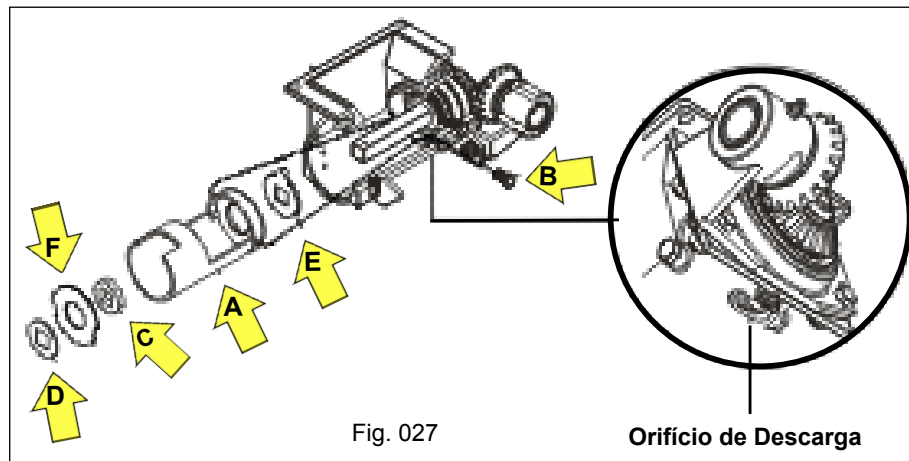

Fig. 027
d) Efetue a análise de desgaste no revestimento “A”, substitua-o se apresentar desgaste excessivo, afrouxando e retirando o parafuso “B”. Verifique se há desgaste no feltro “C”, arruelas “D e F” e arruela de limpeza “E”. O desgaste excessivo é verificado quando ocorrer a saída do adubo em grande quantidade pelo orifício de descarga autolimpante, localizado na face inferior do corpo do distribuidor (Fig. 027).